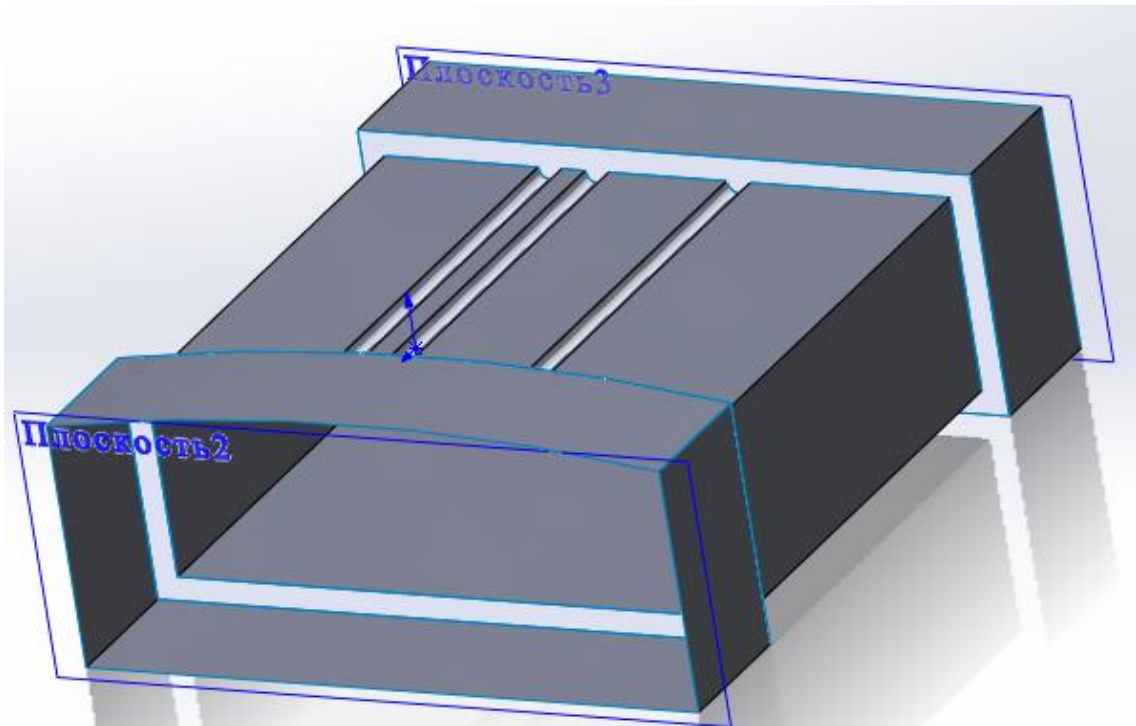

Рис. 14. Создание плоскостей
15. Повторяя пункт 9, создаем две плоскости (рис. 14).